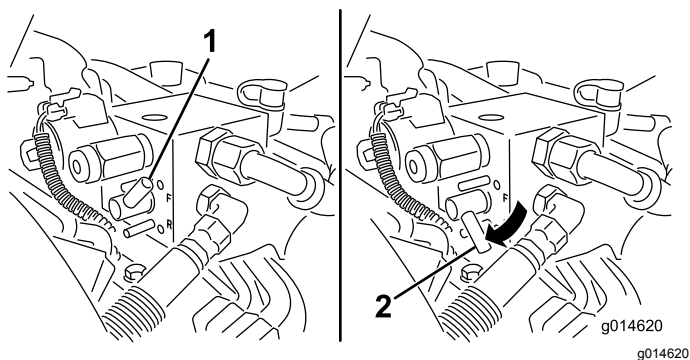

Figure 52
5. Tournez le levier de rodage à la position de rotation ARRIÈRE (R) (Figure 52).